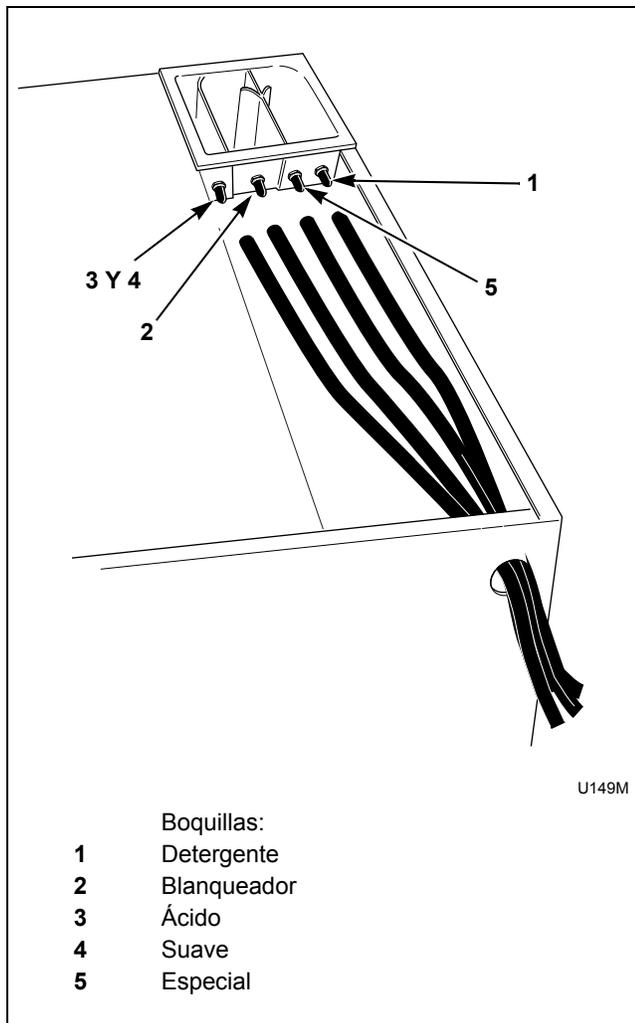

Figura 44
3. Ubique las 4 boquillas con tapa en el distribuidor de suministro líquido y quite las tapas. Consulte la *Figura 44*.